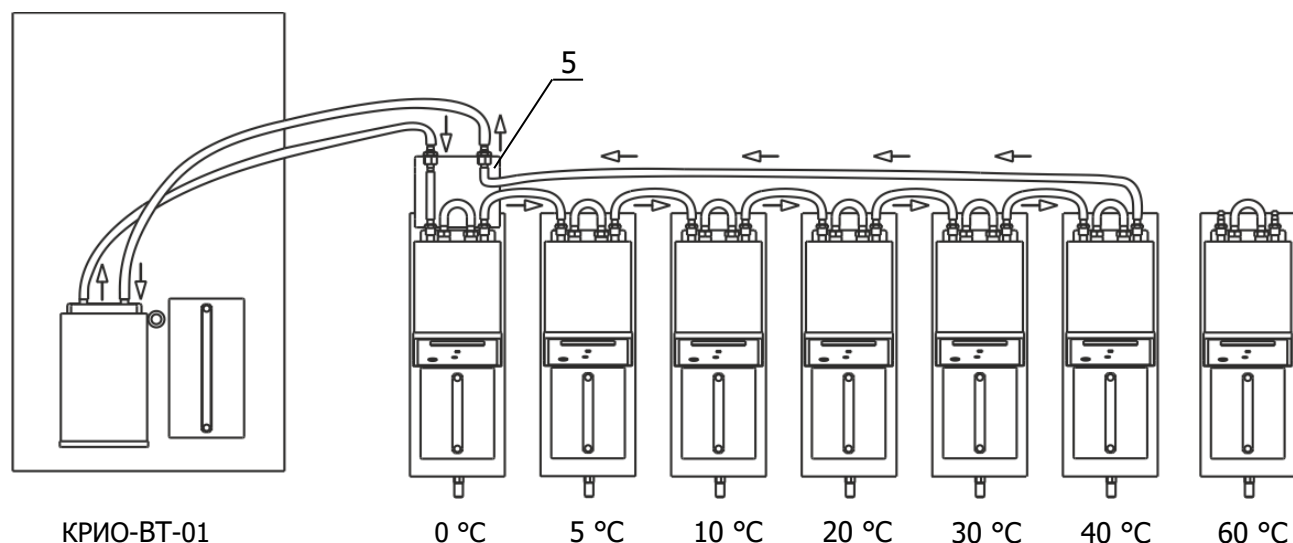

Рисунок 3 — Схема соединения теплообменников термостатов с КРИО-ВТ-01
1.4.8 Охлаждение теплоносителя происходит с помощью теплообменников, имеющих в каждом блоке регулирования и соединенных между собой последовательно. Схема соединения теплообменников с помощью шлангов ПВХ из комплекта поставки проиллюстрирована на рисунке 3. Направление охлаждающего потока от термостата КРИО-ВТ-01 и обратно указано стрелками. Термостат с наименьшей установленной температурой 0 °C располагается первым от КРИО-ВТ-01. Он оборудован консолью 5 (рисунок 3) с дополнительными штуцерами, предназначенными для разводки теплоносителя. Остальные термостаты располагаются слева на право, в порядке возрастания температуры регулирования¹.
Дополнительное охлаждение термостата с установленной температурой 60 °C не требуется, соответственно этот термостат не подключен к общей системе охлаждения (рисунок 3).
2.2.3 Установить ванны термостатов на горизонтальную поверхность в соответствующем порядке (см. рисунок 3) на расстоянии не менее 50 мм друг от друга, чтобы обеспечить доступ воздуха для вентиляции блоков регулирования в процессе работы.